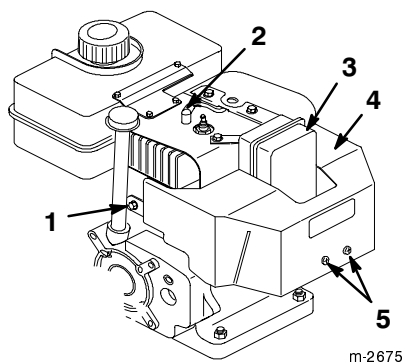

Figure 21
Avant d'utiliser la déneigeuse par une température extérieure supérieure ou égale à 4°C, déposez la boîte de chauffage (Fig. 21).
1. Débranchez la bougie et éloignez le capuchon pour éviter tout risque de contact accidentel (Fig. 21).
4. Retirez les deux vis Phillips, les deux vis à tête hexagonale et la rondelle-frein qui fixent la boîte de chauffage en position (Fig. 21).
8. Rebranchez la bougie (Fig. 21).